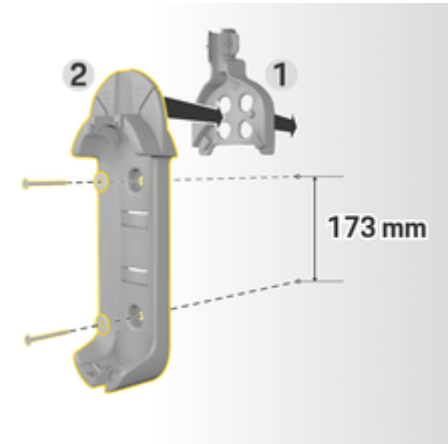

Fig. 23 Dimensiones de perforación
3. Presiona el soporte de pared básico 2 (Fig. 23) en la guía del cable 1 (Fig. 23) desde el frente.